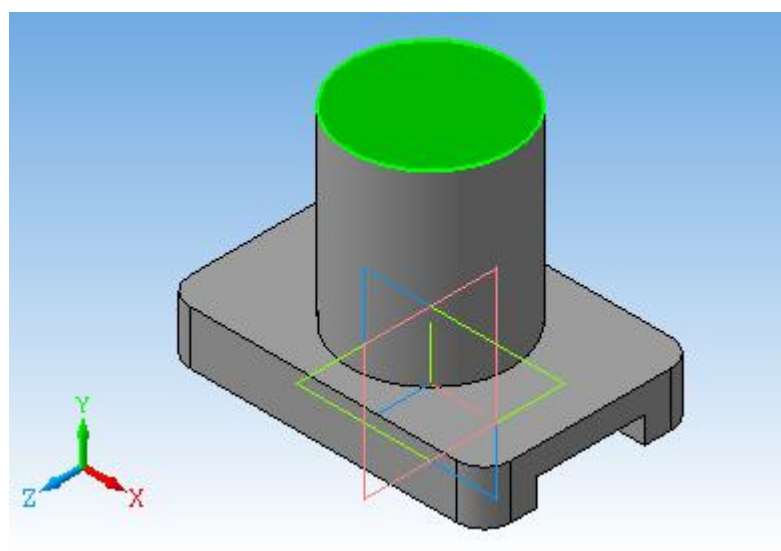

Рис. 8.10
10. Активувати верхню основу циліндра (рис. 8.10).